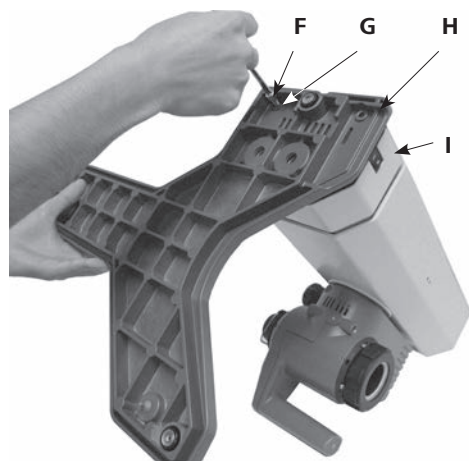

Fig. 7
#### 1.) リフトへの土台の取り付け (Fig. 7)
- 開梱後、円筒形ねじM6x25(F) 4個と鋸歯状座金M6(G)を付け、ベース(H)をリフト(I)に取り付けます。(Fig. 7)